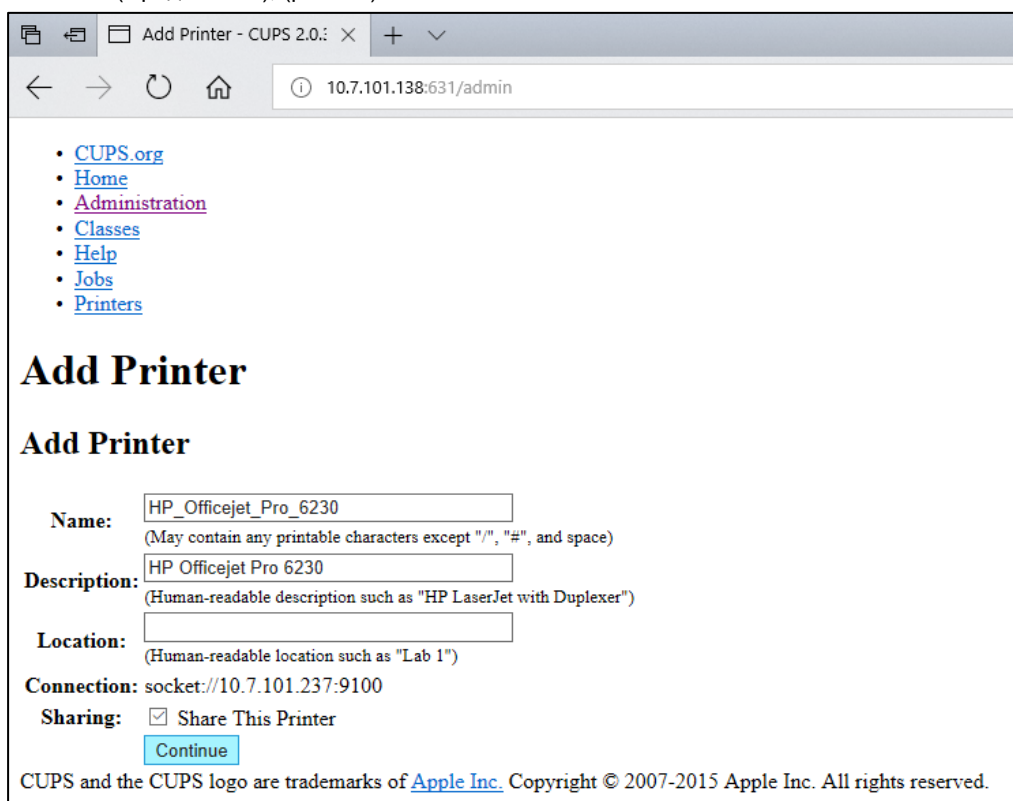

Рис. 82. Екран Add printer (Додати принтер).
5. Виберіть **Share this printer** (Надати спільний доступ до цього принтера) і натисніть **Continue** (Продовжити), (рис. 82).